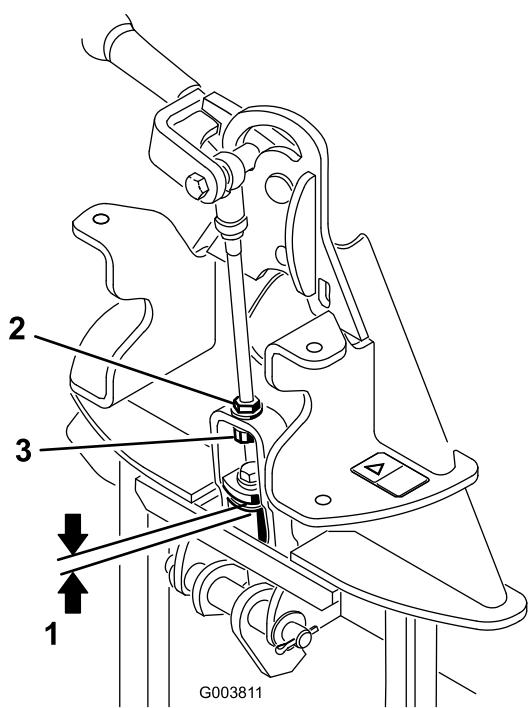

Figura 6
- Meça a distância entre a anilha superior e o espaçador do conjunto articulado no adaptador de engates, conforme se indica na Figura 6.